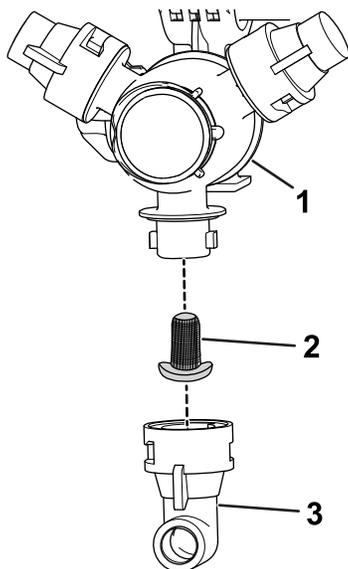

図 61
2. タレットからノズルを外す 図 61。
4. 新しいノズルフィルタを取り付ける 図 61。
5. タレットにノズルを取り付ける 図 61。
3. 古いノズルフィルタ 図 61を外す。